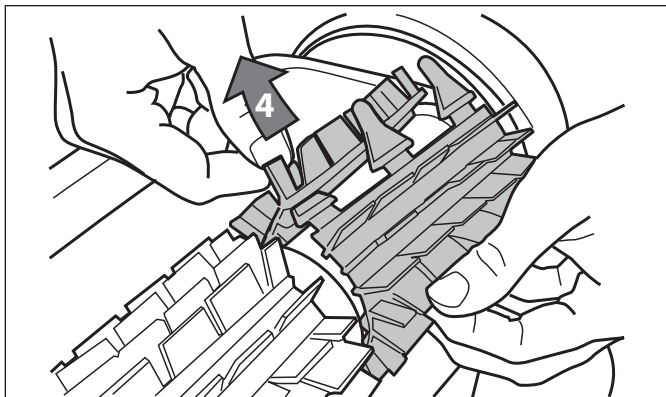

Figure 34. Insérer les onglets dans chaque fente
4. Fileter doucement chaque onglet à travers la fente fournie, de manière à ce que le talon sorte sur l'autre côté de l'ouverture. Se référer à la Figure 34.